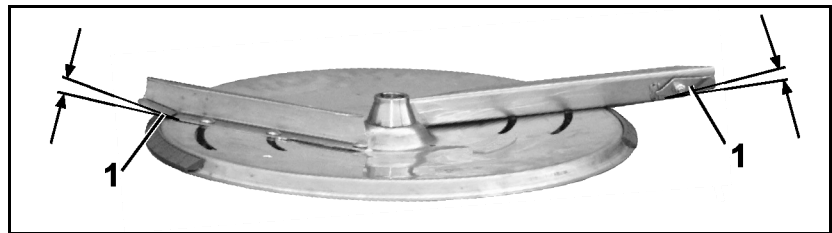

Fig. 51
3. Orientar las alas (Fig. 51/1) e las palas esparcidoras a la posición deseada de abonado básico o tardío.